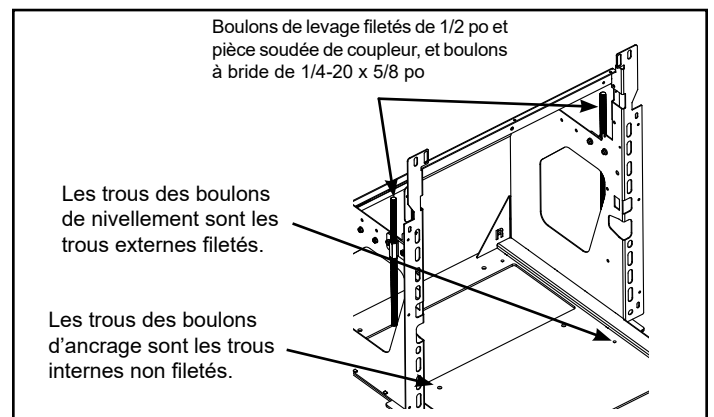

Figure 5.12
Avec l'enceinte connectée, installez les soudures des écrous du coupleur sur le cadre dans l'emplacement du trou qui correspond à vos besoins avec (4) vis / écrous à bride $\frac{1}{4}$ -20 x $\frac{5}{8}$ et écrous et boulons jack $\frac{1}{2}$ ". Installez les boulons de nivellement (4) $\frac{5}{16}$ "- 18 dans les trous filetés dans le bac inférieur du cadre de montage, installez le cadre de montage dans l'ouverture et réglez ces boulons pour assurer le niveau du cadre. (Remarque: L'utilisation des 4 boulons de nivellement peut ne pas être nécessaire.) Serrer les boulons de $\frac{1}{2}$ "contre le linteau. Voir la figure 5.12.